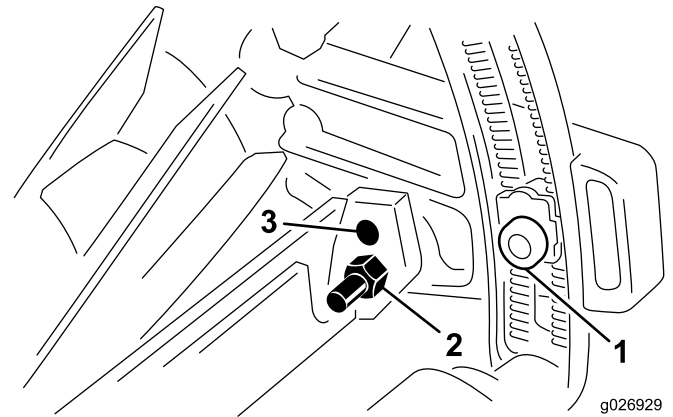

Figure 7
1. Desserrez la vis de fixation des écrous de réglage dans les supports du rouleau (Figure 7).